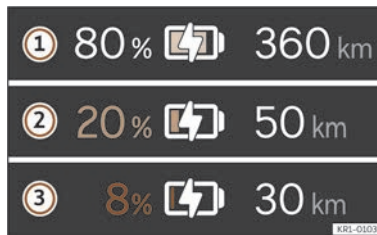

Fig. 2 Sul quadro strumenti digitale: autonomia e indicazione della riserva.
Lo stato di carica attuale della batteria ad alta tensione è indicato dal simbolo  sul quadro strumenti digitale >>> **fig. 2 ①**. Il simbolo della batteria sarà più o meno pieno a seconda dello stato di carica della batteria.
L'autonomia del veicolo è indicata in chilometri (km) o miglia (mi) a seconda dell'impostazione selezionata >>> **fig. 2 ②**.
Area della riserva >>> **fig. 2**